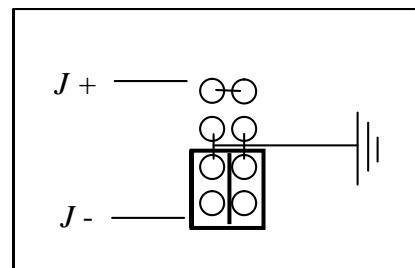

Рис. 9 Заземление минусовой клеммы
- 12.3 На основной плате возле положительной выходной шины найдите разъем заземления – см. рис. 9. Заводская установка перемычки – заземление по минусовой клемме источника.